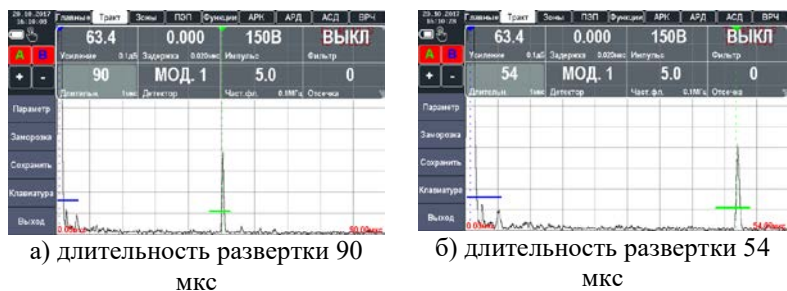

Рисунок 2.16 – Установка длительности развертки
2. Установить длительность развертки «ДЛИТ.» (рис. 2.16), развертка указывается в диапазоне от 8 до 1000 мкс. Длительность развертки можно изменить с помощью тачскрин дисплея, для этого нужно прикоснуться двумя пальцами к дисплею, а затем развести пальцы (для увеличения) или свести (для уменьшения).